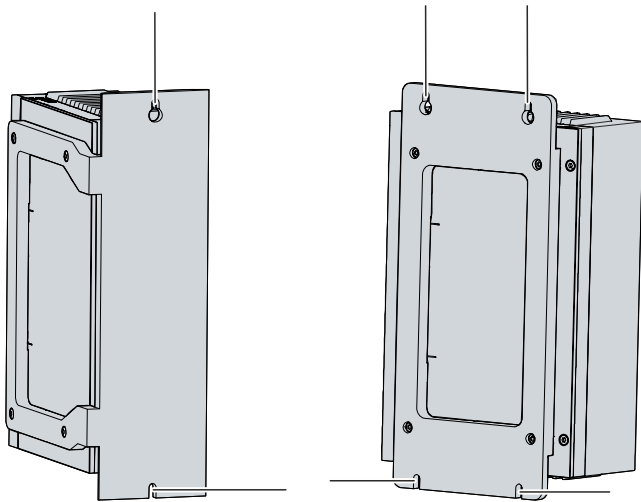

Abb. 13: Schaltschrankeinbau Montageplatten
2. Hängen Sie den PC an den gekennzeichneten Stellen der Montageplatte (siehe Abb.13) auf die Schrauben.